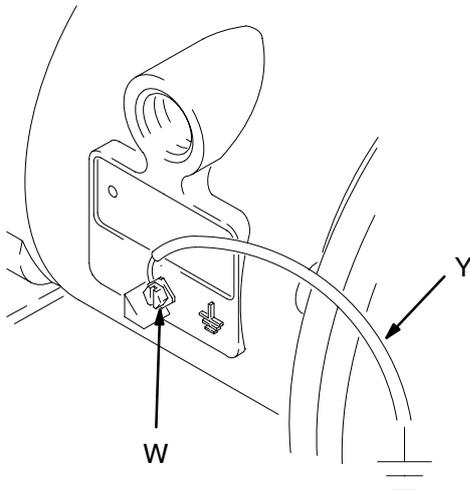

Fig. 1
Lors du pompage de fluides conducteurs inflammables, veillez **toujours** à ce que tout le système de fluide soit mis à la terre en vous assurant que le fluide possède un raccord électrique à une véritable prise de terre. Consultez la Fig. 1.
- *Moteur pneumatique* : branchez un fil de terre et un collier comme indiqué dans la Fig. 1. Desserrez la vis de mise à la terre (W). Insérez une extrémité d'un fil de terre (Y) de 1,5 mm² minimum derrière la vis de mise à la terre et serrez-la fermement. Raccordez l'extrémité du collier du fil de terre à une véritable prise de terre. Commandez le fil de terre et le collier référence 819.4486.